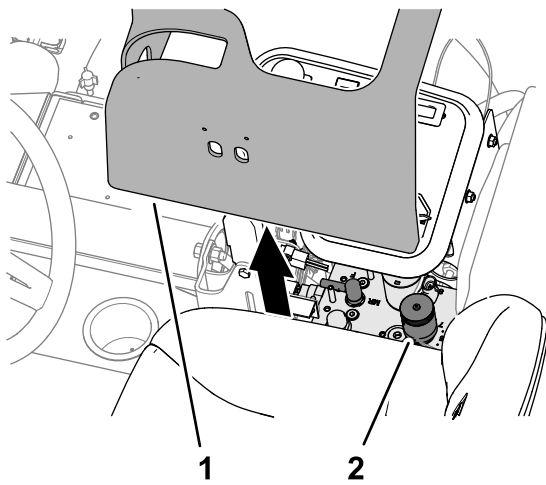

Figure 49
- Soulevez et déposez le couvercle du bras de commande (Figure 49).